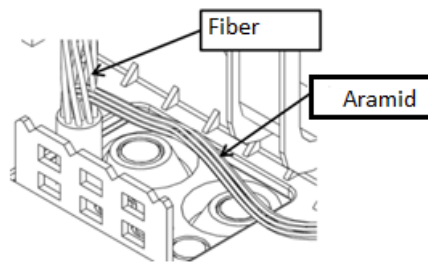

Fig. 36
3.9.3. Separate aramid yarn (Fig.36)